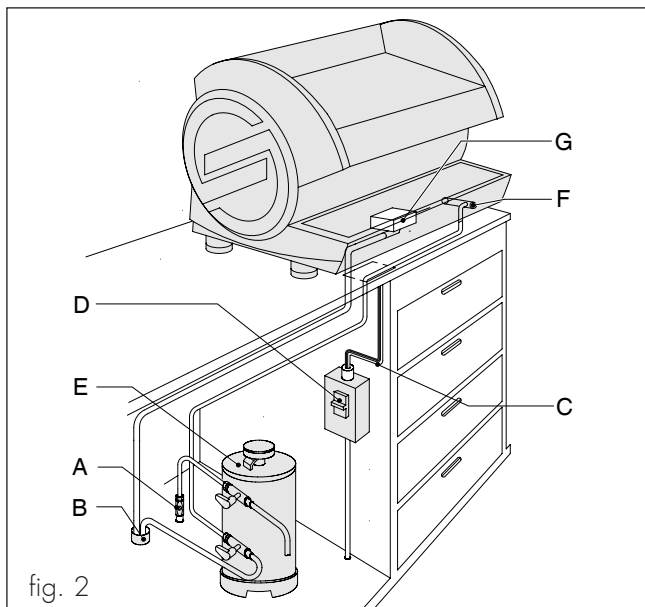

fig. 2
Abrir el grifo de la red hídrica (A) (fig. 2).
Cerrar el interruptor de protección (D) (fig. 2).